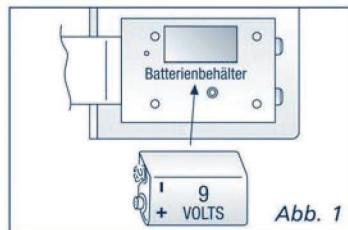

Abb. 1
3. Introduire ou remplacer la pile (9 V alcaline type 6LR61) et remettre le couvercle (voir Fig. 1)
3. Setzen Sie die Batterie ein oder tauschen Sie sie aus (Alkalische Batterie zu 9V Typ 6LR61) und bringen Sie den Deckel wieder an (siehe Abb. 1);